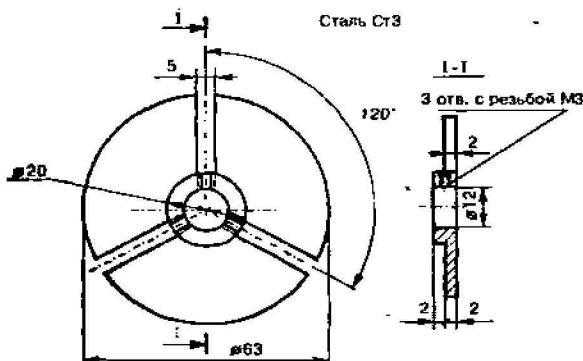

Рис. 2.6. Шайба
6. Закрепить на оси редуктора шайбу (рис. 2.6), обеспечив между шайбой и панелью радиоприемника зазор в пределах 0,5 мм.